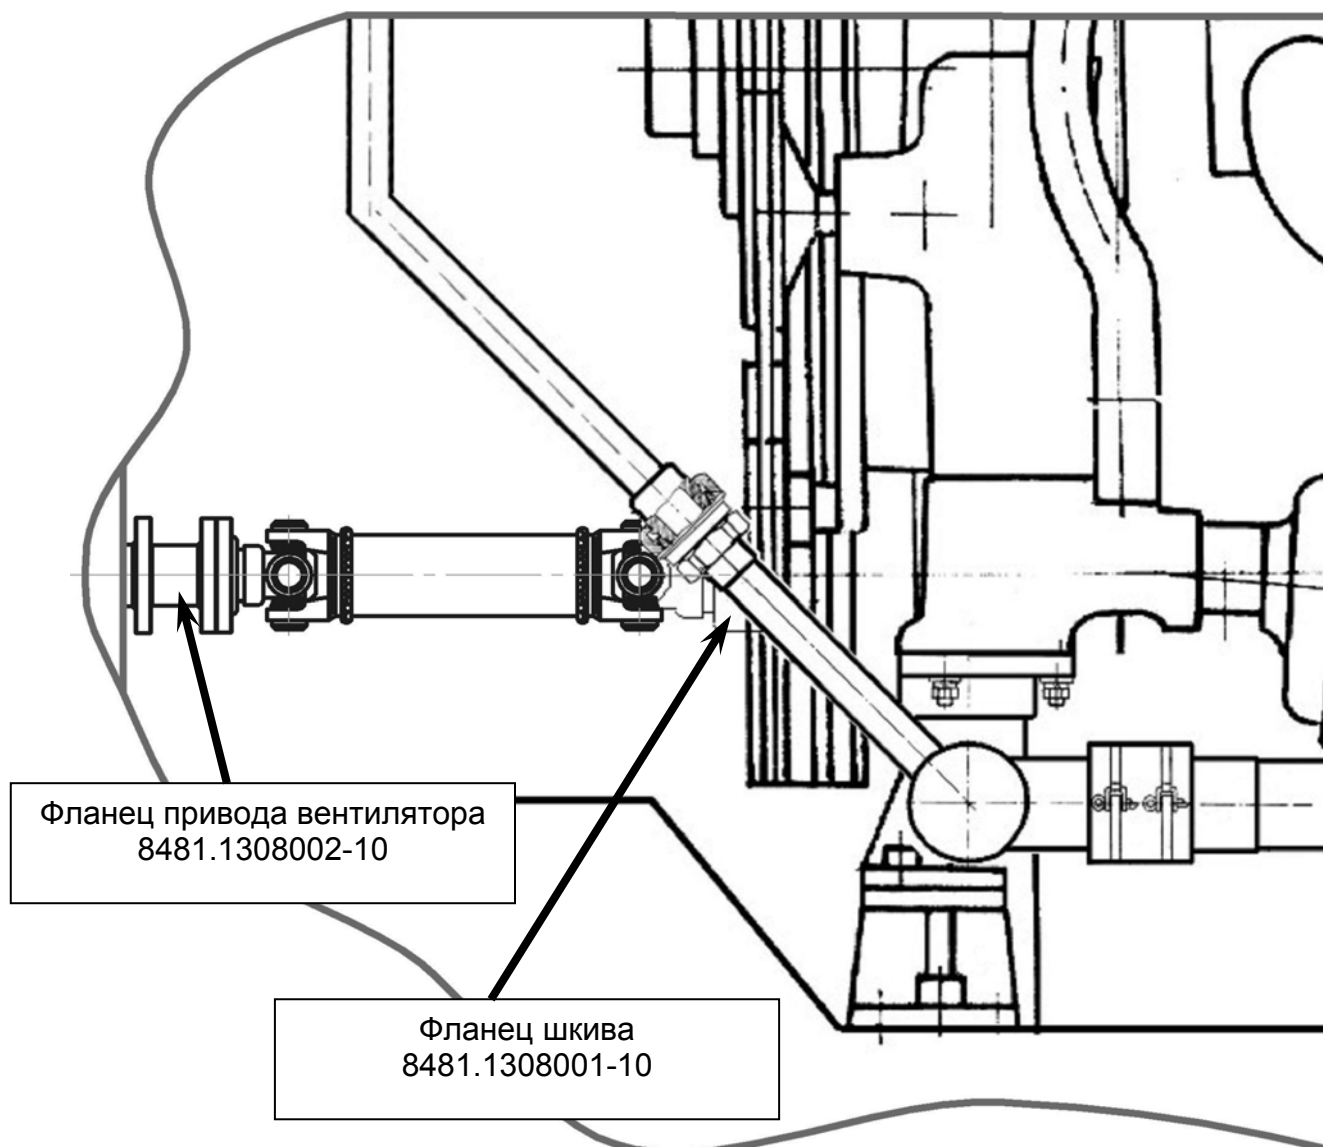

Рисунок 3 – Схема установки карданного вала привода вентилятора
- 14) Снимаем штатный фланец привода вентилятора и устанавливаем фланец 8481.1308002-10 из монтажного комплекта. Устанавливаем карданный вал, затягиваем болты и шплинтуем их (см. Рисунок 3)